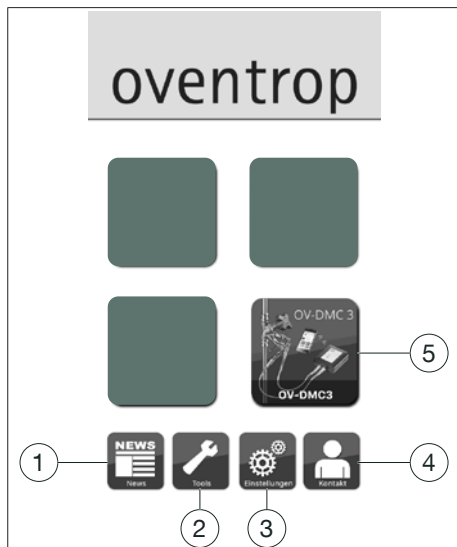

Abb. 1: Home
2. Wählen Sie den Button „OV-DMC 3“ (siehe Abb. 1 auf Seite 4).